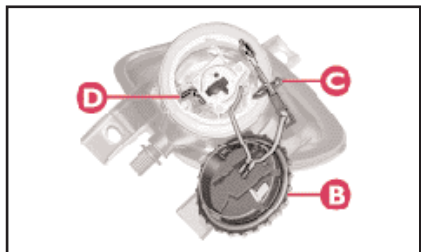

fig. 18
4) Release clip **D** (fig. 18) and remove bulb **C**.